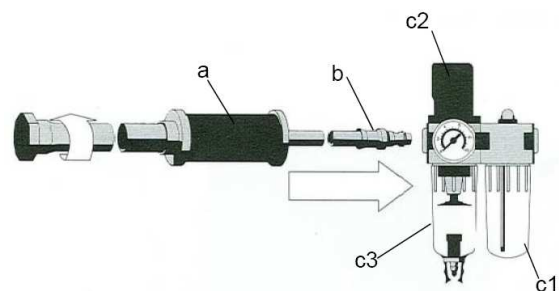

Abb. 1: Wartungseinheit
- Das Druckluftmesser in Verbindung mit Schlaucheinheit (a) und Einhandkupplung (b) an die Wartungseinheit (c1 - c3) anschließen (siehe Abb. 1).